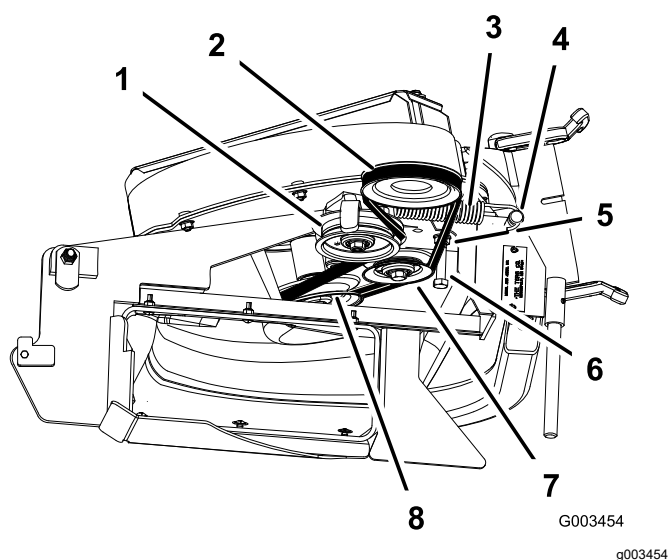

Figura 41
3. Desserrez le boulon du guide-courroie (Figura 41).
5. Faites passer la courroie neuve autour de la poulie de ventilateur (Figura 41).
7. Serrez le boulon du guide-courroie (Figura 41).
9. Coloque la correa sobre la puleya de tensión (Figura 41).